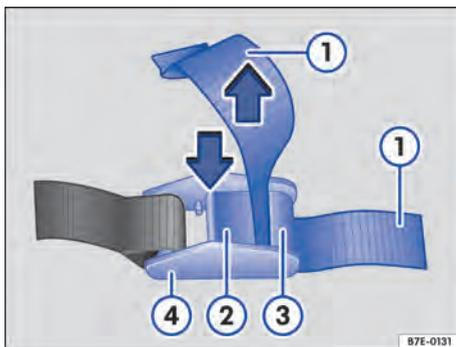

Fig. 122 Apertar o cinto de retenção.
1. Verificar antes de apertar: a alavanca → Fig. 122 (2) não deve ficar posicionada por cima da carga, de outras bordas ou objetos salientes.
2. Pressionar e manter pressionada a alavanca → Fig. 122 (2) da peça de retenção (4).
3. Passar o cinto de retenção → Fig. 122 (1) de trás para a frente entre a alavanca (2) e a protuberância (3).
4. Apertar o cinto de retenção → Fig. 122 (1) e soltar a alavanca (2).